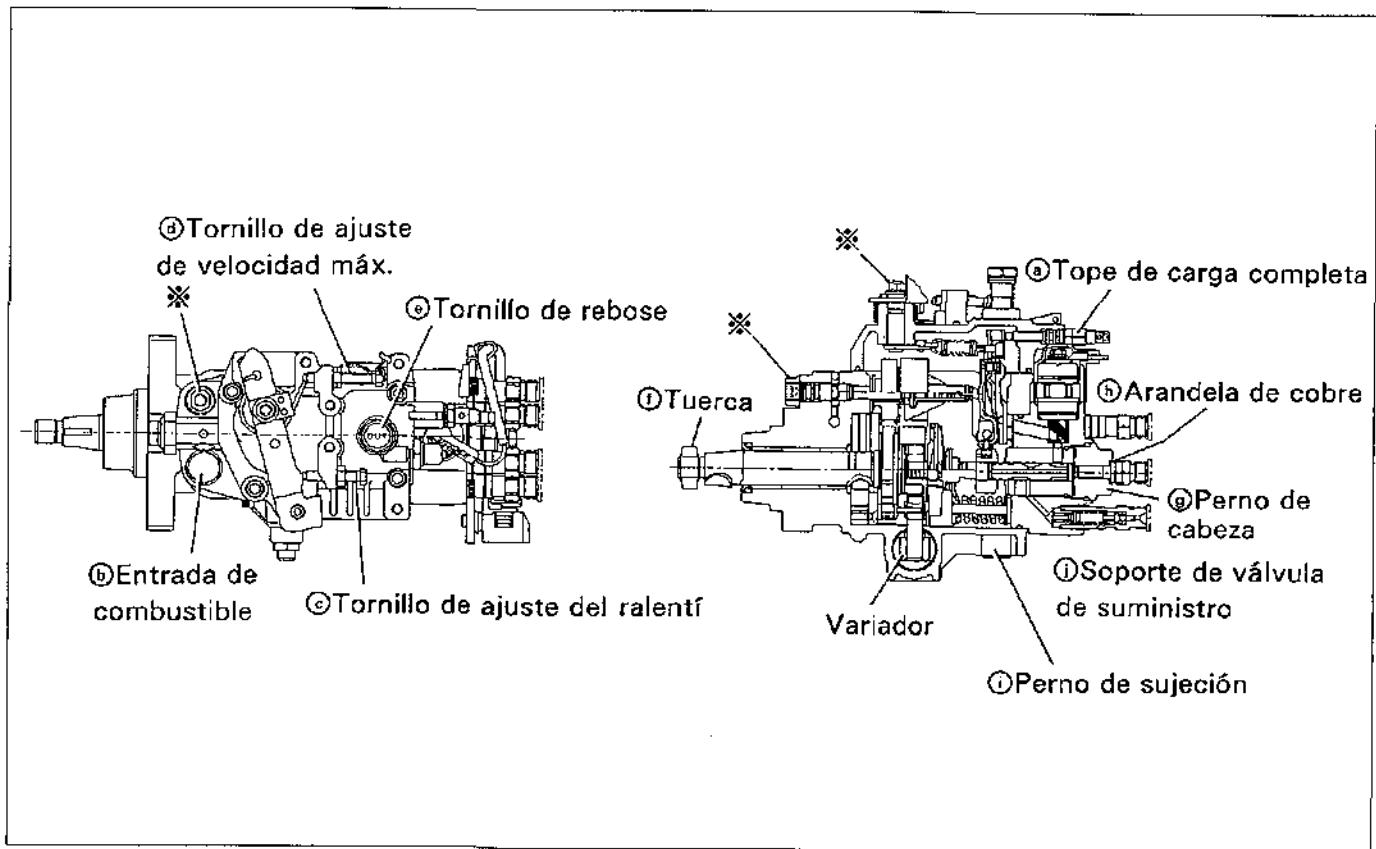

Figura.6-1 Precauciones
- a. El ajuste incorrecto del tope de carga completa (vea la ilustración (a) de la figura.6-1) resultará en la pérdida o reducción de potencia o velocidad y/o humos del motor excesivos.
- b. El ajuste incorrecto del tornillo de ajuste de velocidad máxima (vea la ilustración (b) de la figura.6-1) puede causar sobrerevolución del motor.
- No afloje ni apriete las tuercas o pernos pintados de amarillo (vea la ilustración  de la figura.6-1) puesto que provocará daños o fugas.
- Cada vez que se aflojen los pernos de la cabeza de distribución (vea la ilustración (g) de la figura.6-1) para el propósito de ajustar el avance inicial, deberá reemplazarse la arandela de cobre (vea la ilustración (h) de la figura.6-1).
- El uso de torsión excesiva en los pernos de sujeción de la bomba (vea la ilustración (i) de la figura.6-1) puede causar combadura del pistón del variador de la envoltura de la bomba.